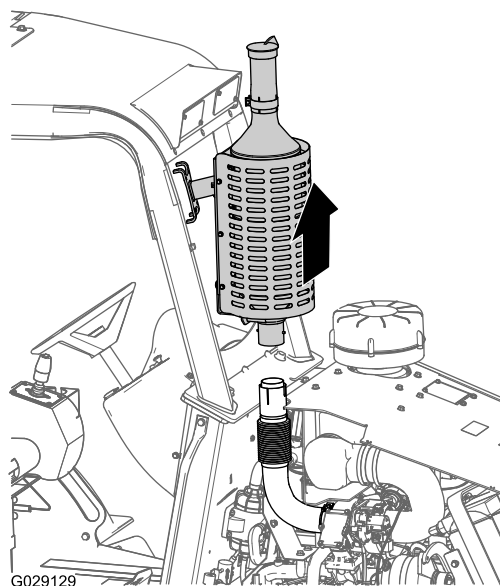

Figura 10
4. Separe o silencioso do tubo de escape do turbocompressor e remova o silencioso da máquina (**Figura 10**).